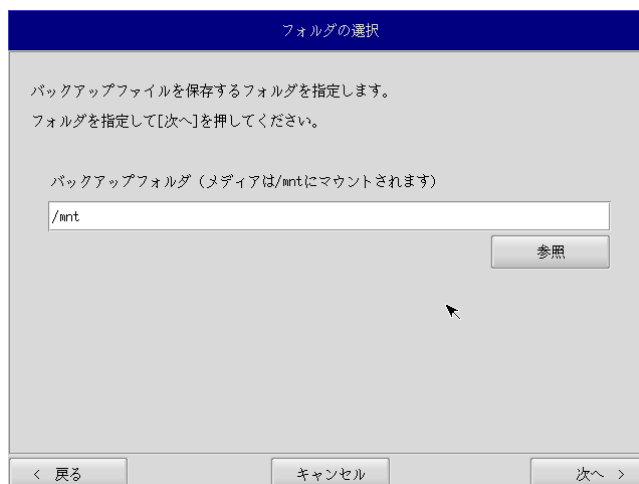

図 5-4-2. フォルダ選択画面
- ⑥ フォルダ選択画面（図 5-4-2）が表示されます。[参照]ボタンを押します。
- ⑧ フォルダ選択画面（図 5-4-2）で指定したバックアップフォルダが入力されていることを確認します。[次へ]ボタンを押します。